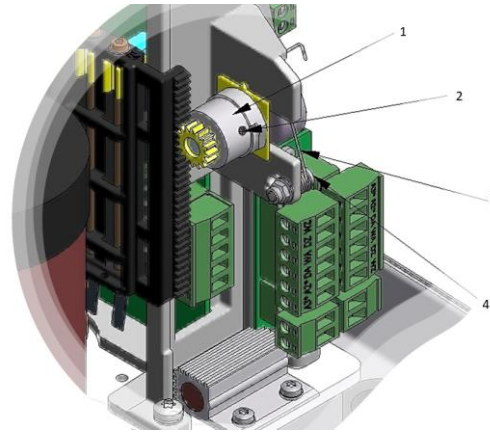

Fig.5
- La résistance du potentiomètre peut être réglée en option en desserrant la butée (Fig.5/ 3).